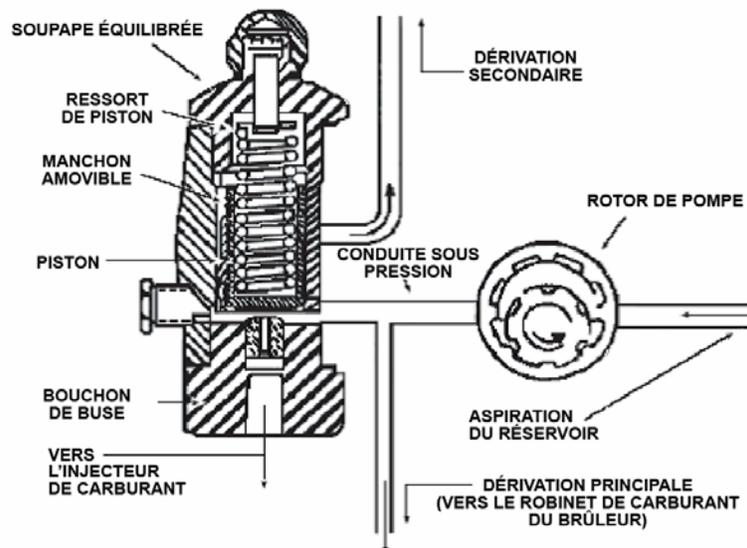

Figure 4-7. Schéma de la pompe à carburant
4.29 La pompe à carburant est montée sur un support à la gauche du moteur. La pompe est entraînée par courroie par le moteur à essence. Il y a trois orifices de sortie et deux orifices d'entrée (*voir la figure 4-7*). Une dérivation principale gèrera la totalité du flux si la soupape équilibrée est fermée. La soupape du brûleur, qui se trouve dans la conduite de dérivation principale, est fermée afin de refouler le débit de carburant vers la buse. Lorsque la conduite de dérivation principale est fermée, le carburant circule dans la soupape équilibrée et à travers la conduite de carburant de la buse et la conduite de dérivation secondaire. La fermeture de la soupape du brûleur permet à la pompe d'accumuler la pression jusqu'au point où la soupape s'ouvre, ce qui permet au carburant de s'écouler dans la conduite de carburant de la buse. La pression à laquelle la soupape équilibrée s'ouvre est déterminée par la compression du ressort de piston; le ressort est normalement réglé à 1034 kPa (150 lb/po²). La dérivation secondaire fournit le carburant au moteur et refoule le surplus vers le réservoir de carburant. Lorsque la soupape du brûleur est ouverte, la pompe ne peut pas accumuler une pression suffisante pour ouvrir la soupape équilibrée et assurer le flux à travers la conduite de carburant de la buse. Étant donné que la pompe fournit plus de carburant que la capacité maximale de la buse, il y aura toujours un flux dans la conduite de dérivation secondaire lorsque la soupape du brûleur est sous tension.